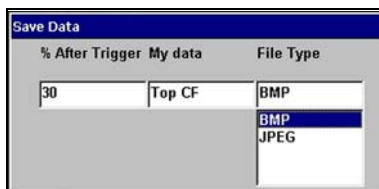

Abbildung 5-20 Dialogfeld Daten sichern (Beispiel)
- Wählen Sie im Hauptmenü **Dienstprogramme > Werkzeug-Setup > Daten speichern**. Das Dialogfeld Daten sichern wird angezeigt (Abbildung 5-20).